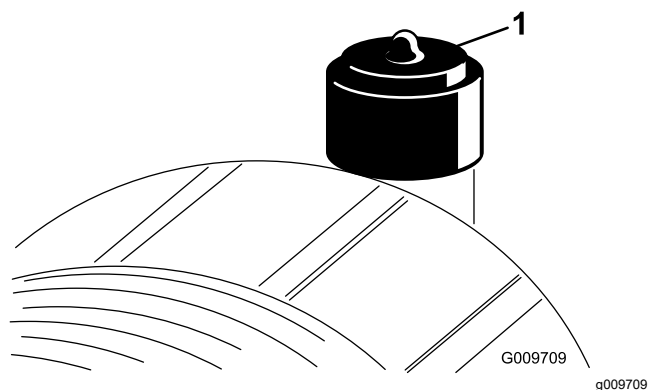

Рисунок 82
Фильтр воздухоочистителя следует обслуживать только при соответствующих показаниях индикатора необходимости технического обслуживания (Рисунок 82). Замена воздушного
2. Сбросьте индикатор (Рисунок 82), если он стал красным.